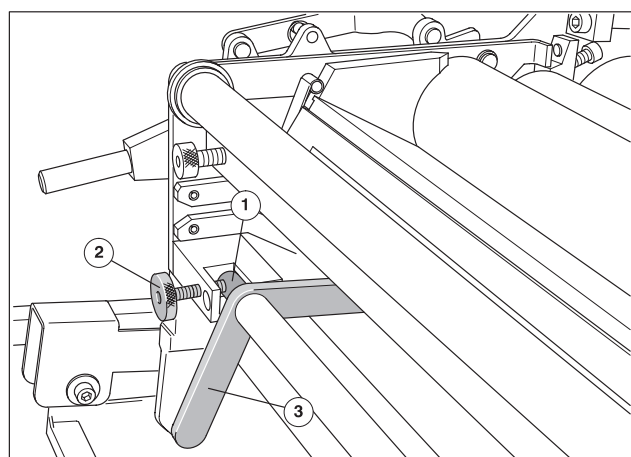

Рис. 25 Смывочный рапель установлен
- ① Открыть защитное ограждение красочного аппарата.
- ② Задвинуть смывочный рапель с помощью ручек (Рис. 25/③) под красочным ящиком в нумератор до упора.
- ③ Оба болта на стороне привода (Рис. 25/①) и на стороне обслуживания ввести при этом в соответствующие пазы.
- ④ Винты с накатанными головками на стороне привода (Рис. 25/②) завинчивать, пока рапель не будет подведен к краскорастирочному валику.
- ⑤ Отвод смывочного рапеля: ослабить винты с накатанными головками на стороне привода (Рис. 25/②) и на стороне обслуживания; под давлением пружины рапель отводится от краскорастирочного валика.